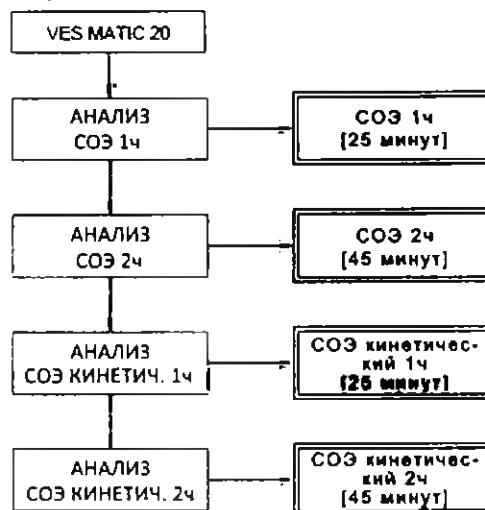

Рисунок 17. Тип исследования
3. После загрузки анализатора закройте крышку и выберите тип исследования (рисунок 17).